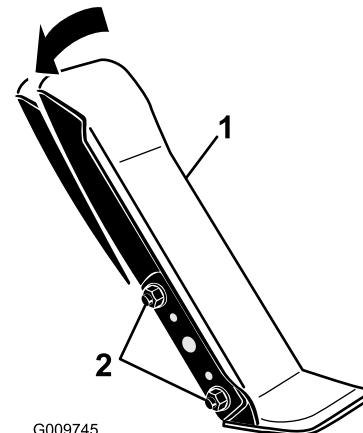

Figura 57
- Desaperte as duas porcas e parafusos que fixam o lado esquerdo do pedal de tração ao suporte (Figura 57).
- Montar as porcas e os parafusos (2)
- Rodar o pedal para o ângulo de funcionamento pretendido e apertar as porcas (Figura 57).